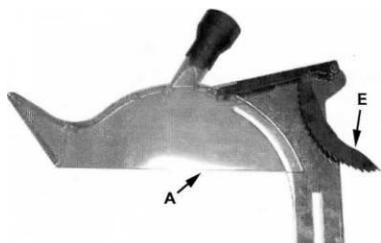

Рис. 7
Пояснения к рис. 7:
Полностью в собранном виде расклинивающий нож и защита А показаны на рис.7.
- Удалите защитный кожух и собаки (С, Е, рис. 7).